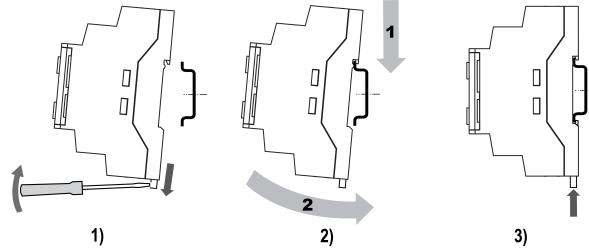

Рисунок 1 – Монтаж и демонтаж прибора
- Вставив отвертку в проушину, оттянуть защелку (см. рисунок 1, 1). Прибор установить на DIN-рейку.
- Прибор прижать к DIN-рейке (см. рисунок 1, 2, стрелки 1 и 2). Отверткой вернуть защелку в исходное положение.